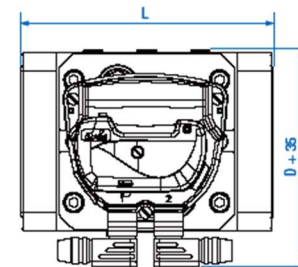

Рисунок 5. Внешний вид и габаритные размеры счетчиков Delta™ Compact
2.2 Внешний вид счетчиков изображен на рис. 5, 6, 7 и 8, а габаритные размеры и масса счетчиков приведены в таблице 2.